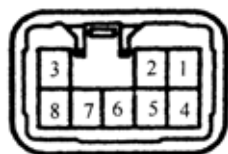

图 9-31
1) 断开转向信号闪光器连接器，按照图 9-31 和表 9-9 所示，检查连接器上的端子。